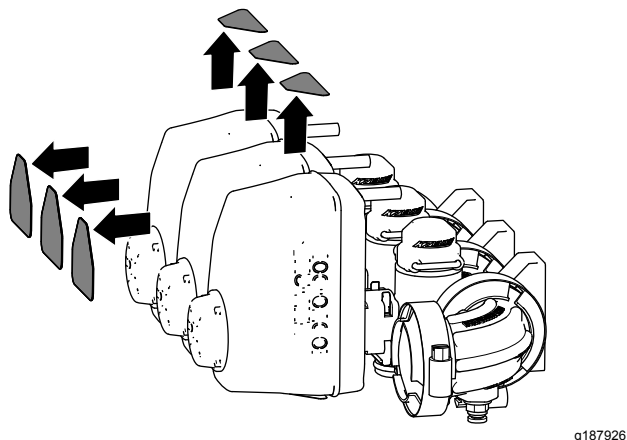

Figura 53
- Retire os seis autocolantes das 3 válvulas da secção da rampa (Figura 53).